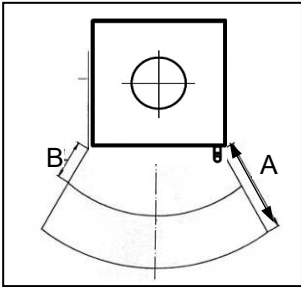

Fig. 2
Per gli elementi costruttivi, i mobili e i tessuti di arredamento infiammabili situati nella zona di irraggiamento della stufa è necessario rispettare una distanza minima di **1500mm** (A), misurati dal bordo anteriore dell'apertura del focolare. La distanza di sicurezza si riduce ai **750mm** (B) qualora di fronte all'elemento sia installata una protezione areata (v. fig. 2).